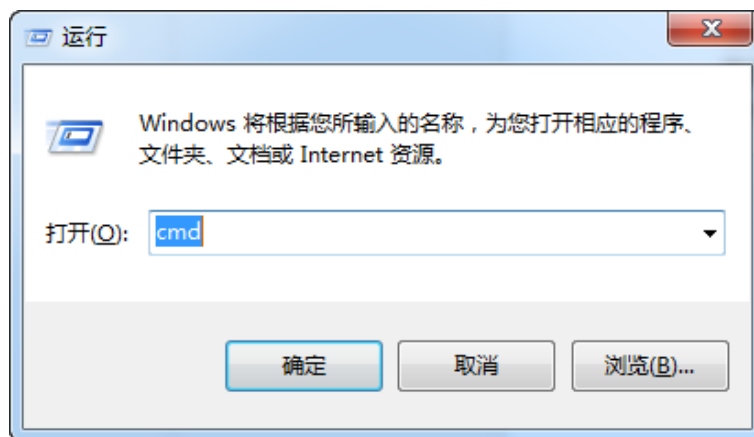
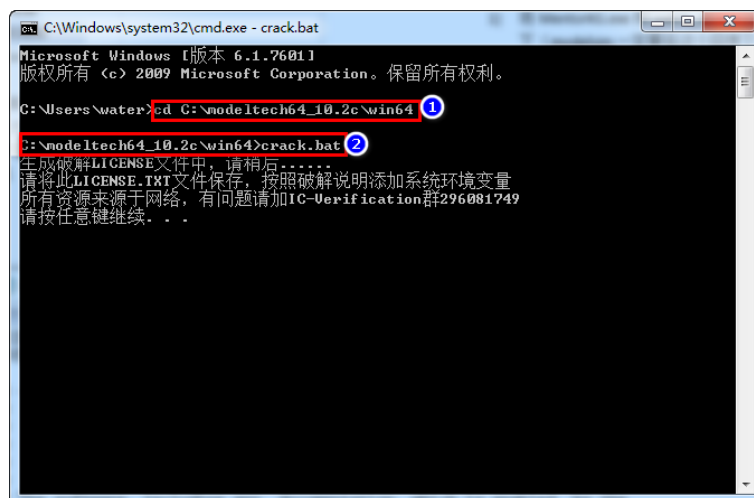

图 1-24 运行命令窗口
图 1-25 运行破解
- 2) “ windows 键 +R ”，输入 cmd（图 1-24），打开 CMD，然后“ cd C:\modeltech64_10.2c\win64”，进入到 win64 目录下，输入 crack.bat（图 1-25），点击运行，产生 license 后，放到任意英文目录下，如“C:\modeltech64_10.2c\license.dat”（注意一定要使用 cmd 来进行此项操作）；